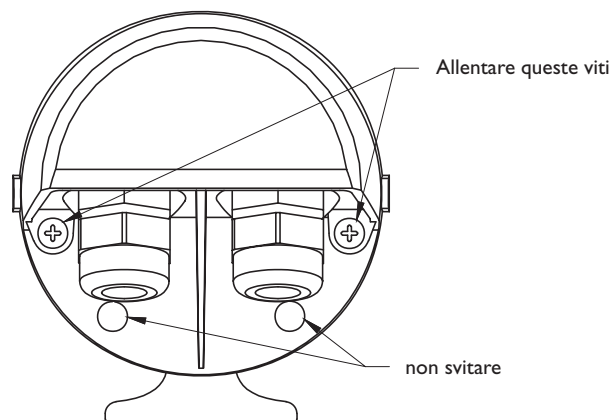

FIGURA 1: Allentamento delle viti prigioniero
1. Svitare le due viti in alto sulla parte posteriore dell'alloggiamento. Si tratta di viti a prigioniero che non si rimuovono completamente. Non rimuovere le due viti in basso. Vedi figura 1.